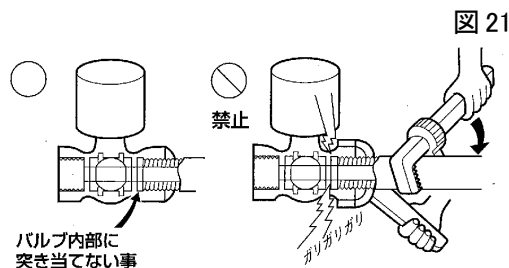

図 21
- バルブに配管を過度にねじ込まないでください。過度なねじ込みは、バルブ内部を変形・破損させ、外部漏れや作動不良の原因となります。(図 21、P25 表 1)